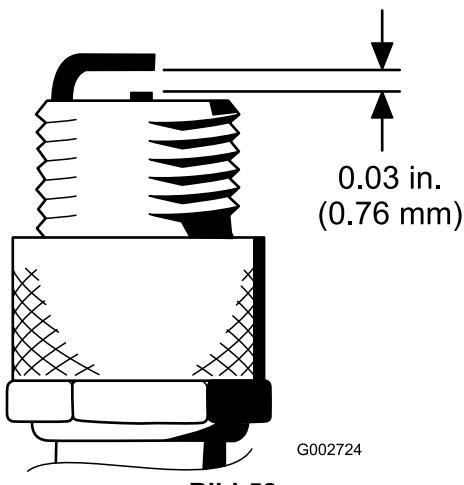

Bild 52
4. Stellen Sie den Abstand zwischen der Mittel- und der Masseelektrode auf 0,76 mm ein (Bild 52).